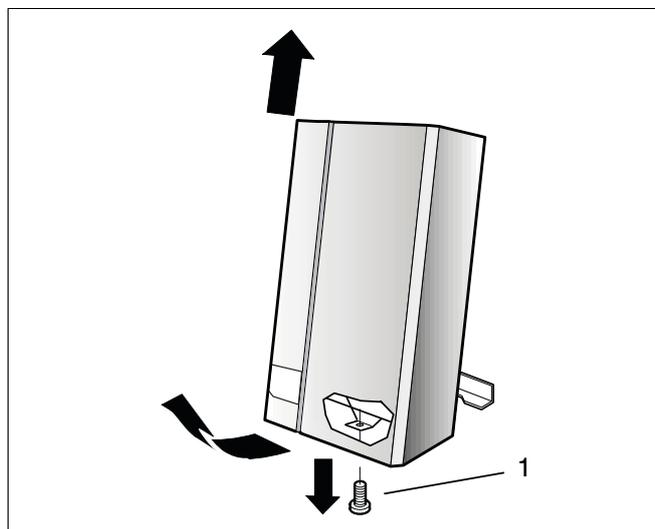

Fig. 46 Togliere il rivestimento
- Allentare la vite di fissaggio (fig. 46, pos. 1).